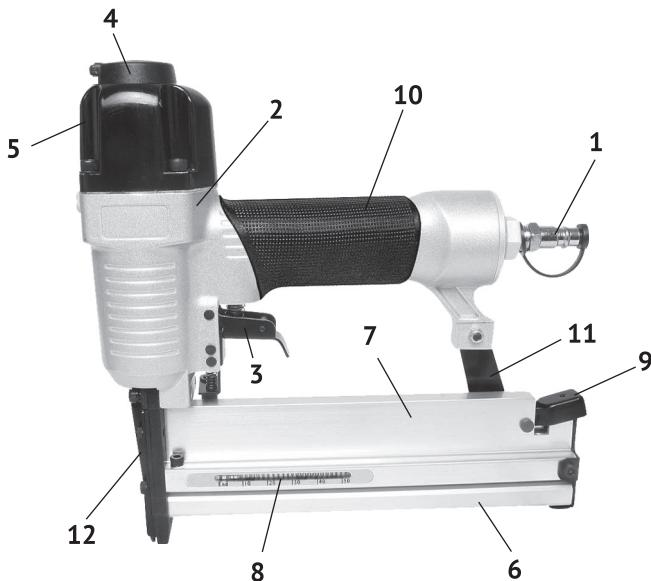

рис. 1
4.1 Общий вид нейлера схематично представлен на рис. 1
Основные элементы нейлера: регулятор давления, ударный механизм и пусковое устройство расположены в металлическом корпусе (рис.1 поз.2), выполненном заодно с рукояткой (рис.1 поз.10). Рукоятка закрыта накладкой из виброгасящего материала. В торце рукоятки (рис.1 поз.10) находится штуцер подвода сжатого воздуха (рис.1 поз.1).
В верхней части крышки цилиндра (рис.1 поз.5) расположен регулятор давления (рис.1 поз.4), которым регулируется сила удара бойка.
В нижней части инструмента расположен магазин для кассет с крепёжными элементами (гвозди, скобы). Основание магазина (рис.1 поз.6) жёстко закреплено: спереди к ударной части инструмента, в задней части к суппорту рукоятки (рис.1 поз.11). Крепёжные элементы – гвозди, скобы, являются основным рабочим инструментом нейлера.
Включение нейлера осуществляется нажатием на курок включения (рис.1 поз.5), расположенный под рукояткой (рис.1 поз.10). Отпущеный курок, пружиной возвращается в исходное положение – выключено (прекращена подача сжатого воздуха).
- нажать на фиксатор магазина (рис.1 поз.9);
- выдвинуть (на себя) крышку магазина (рис.1 поз.7);
6.4 Перед соединением шланга для подачи воздуха с нейлером, его необходимо предварительно продуть. Добавьте 4 - 5 капель масла во входной штуцер (рис.1 поз.1) нейлера для смазки внутренних механизмов.
- подсоедините один конец воздушного шланга к компрессору, а второй – к входному штуцеру (рис.1 поз.1) пневматического нейлера;
- проверить результат: если крепёжный элемент забит не до конца – регулятором давления (рис.1 поз.4) увеличить силу удара (давление воздуха). Если на обрабатываемой поверхности виден след от бойка, уменьшить силу удара регулятором;
- контролировать наличие крепёжных элементов в магазине через окно контроля (рис.1 поз.8);